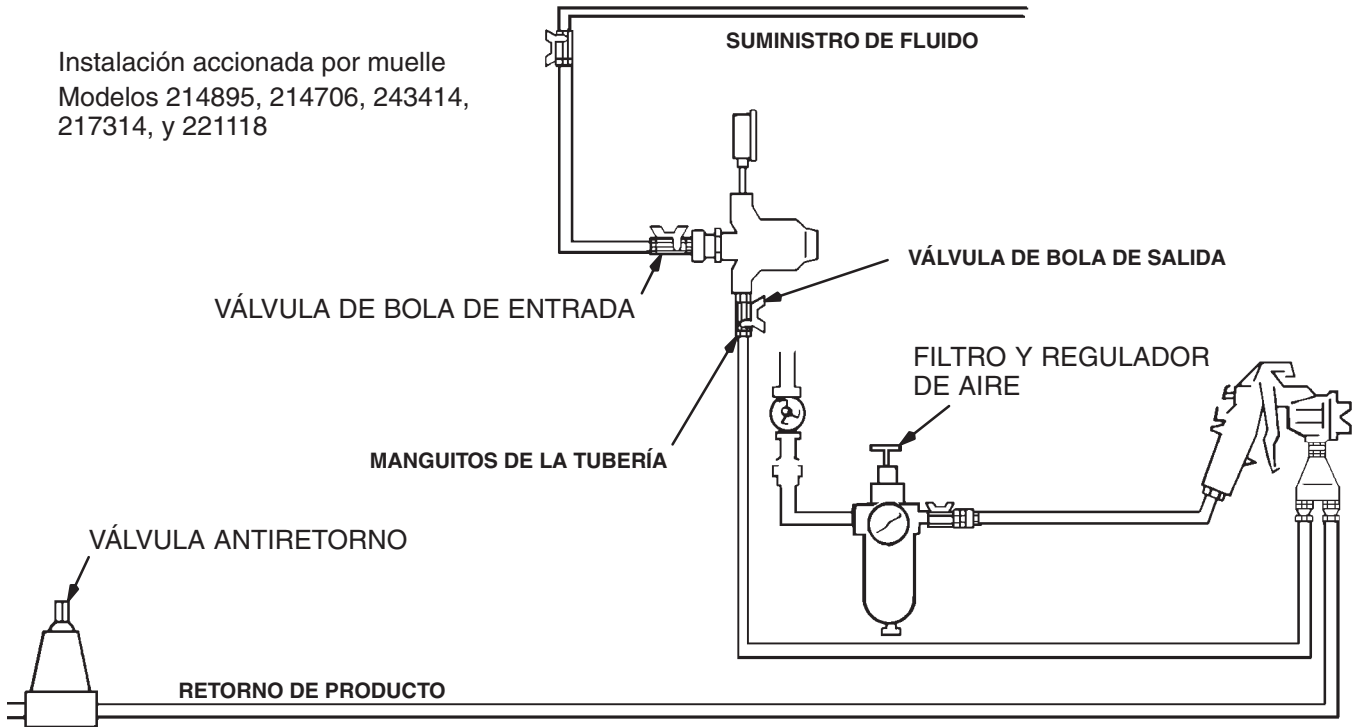

Fig. 1
1. Retire la tubería provisional e instale un regulador para cada pistola de pulverización. Vea el **Diagrama de dimensiones**, en la página 19, para obtener las dimensiones del regulador. Monte el regulador en posición vertical, tal como se muestra en las Figs. 1 y 2, para conseguir el mejor flujo y el mínimo de sedimentación de los pigmentos. Si se utiliza un manómetro, debe montarse verticalmente. Si el regulador se monta horizontalmente, debe usarse un codo para que el manómetro esté vertical.
2. Cierre la válvula de bola de entrada del regulador. Consulte las Fig. 1 y 2.
2. Ponga en marcha la bomba y abra la válvula esférica de entrada del regulador para admitir el fluido. Vea la Fig. 1.